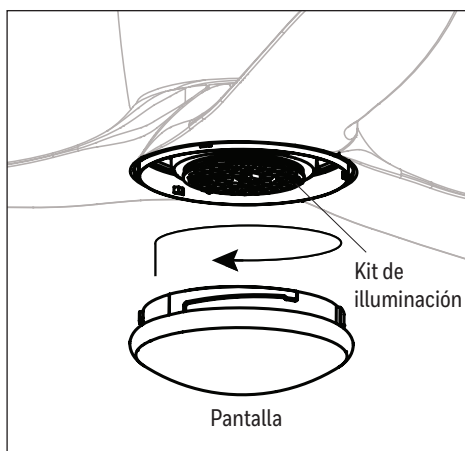

Figure 4.6
6. Fije la pantalla al kit de iluminación girando la pantalla firmemente en dirección de las manecillas del reloj hasta que esté segura. **PRECAUCIÓN:** evite enroscar la pantalla durante la instalación. Una instalación incorrecta podría hacer que la pantalla sea difícil de retirar o hacer que se caiga, lo que podría causar lesiones graves (Figure 4.6).